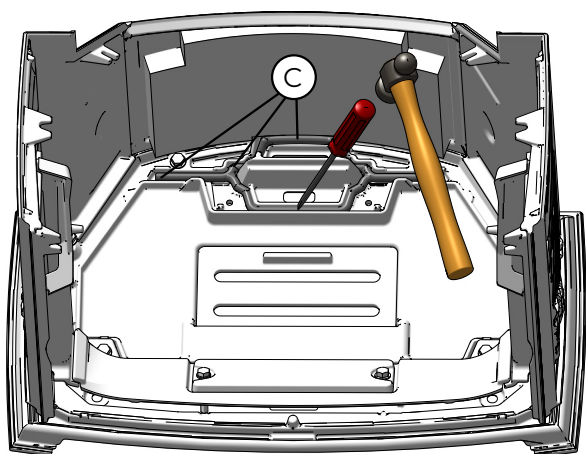

Abb. 7.11
6	Entfernen Sie den alten Zement (C) aus der Rille (Abb. 7.11)